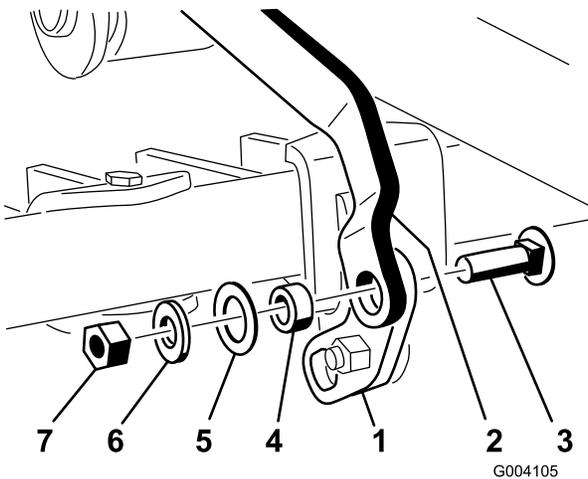

图 16
- 在升降踏板总成膝部向上弯曲时使用一个托架螺栓3/8 x 1-1/4 英寸、一个垫片、一个垫圈1 英寸、一个垫圈13/16 英寸和一个锁紧螺母3/8 英寸将枢轴凸耳上的方孔安装到机具架连杆的末端如图 16 所示。